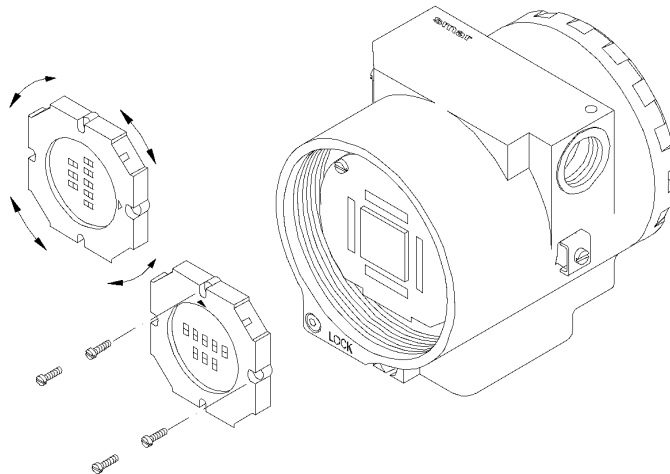

Figura 4.2 – Quatro Posições Possíveis do Display
Caso tenha display, acople-o à placa principal, através de 4 parafusos (3). A montagem do display pode ser feita em qualquer das 4 posições possíveis (veja Figura 4.2). A marca "▲", em branco, inscrita no display, indica a posição superior do display.